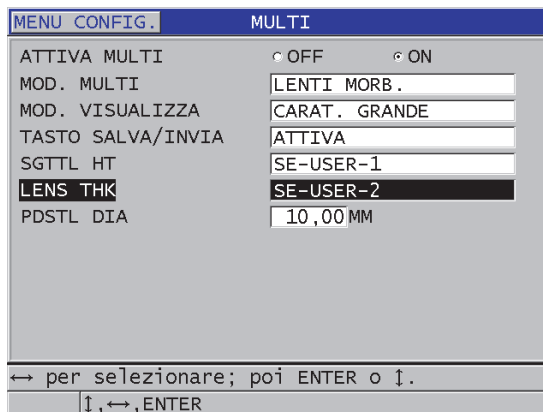

Figura 7-9 Configurazione dei parametri di misura multipla in modalità lente a contatto morbida
5. Nella schermata **MULTI** (vedi Figura 7-9 a pagina 127):